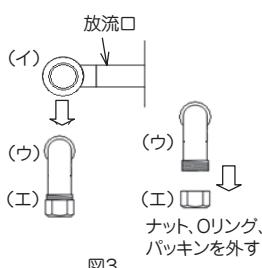

図3
※内部のOリングが落下しないように注意して作業を行ってください。(図3)
2. (エ)ナット部を外して(図3)、(エ)(ウ)部を排水管に順に仮止めします。(図4)